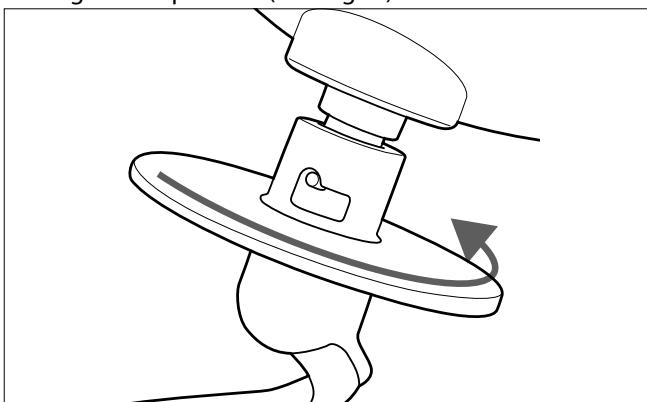

Fig. 7 – Bloquer l'instrument de mesure
- ▶ Poussez l'instrument de mélange vers le haut et tournez-le dans le sens des aiguilles d'une montre jusqu'à ce qu'il s'enclenche. Un instrument de mélange ne peut être installé et tourné correctement que lorsque la patte de guidage se trouve dans la rainure de guidage correspondant(voir Fig. 7)e.